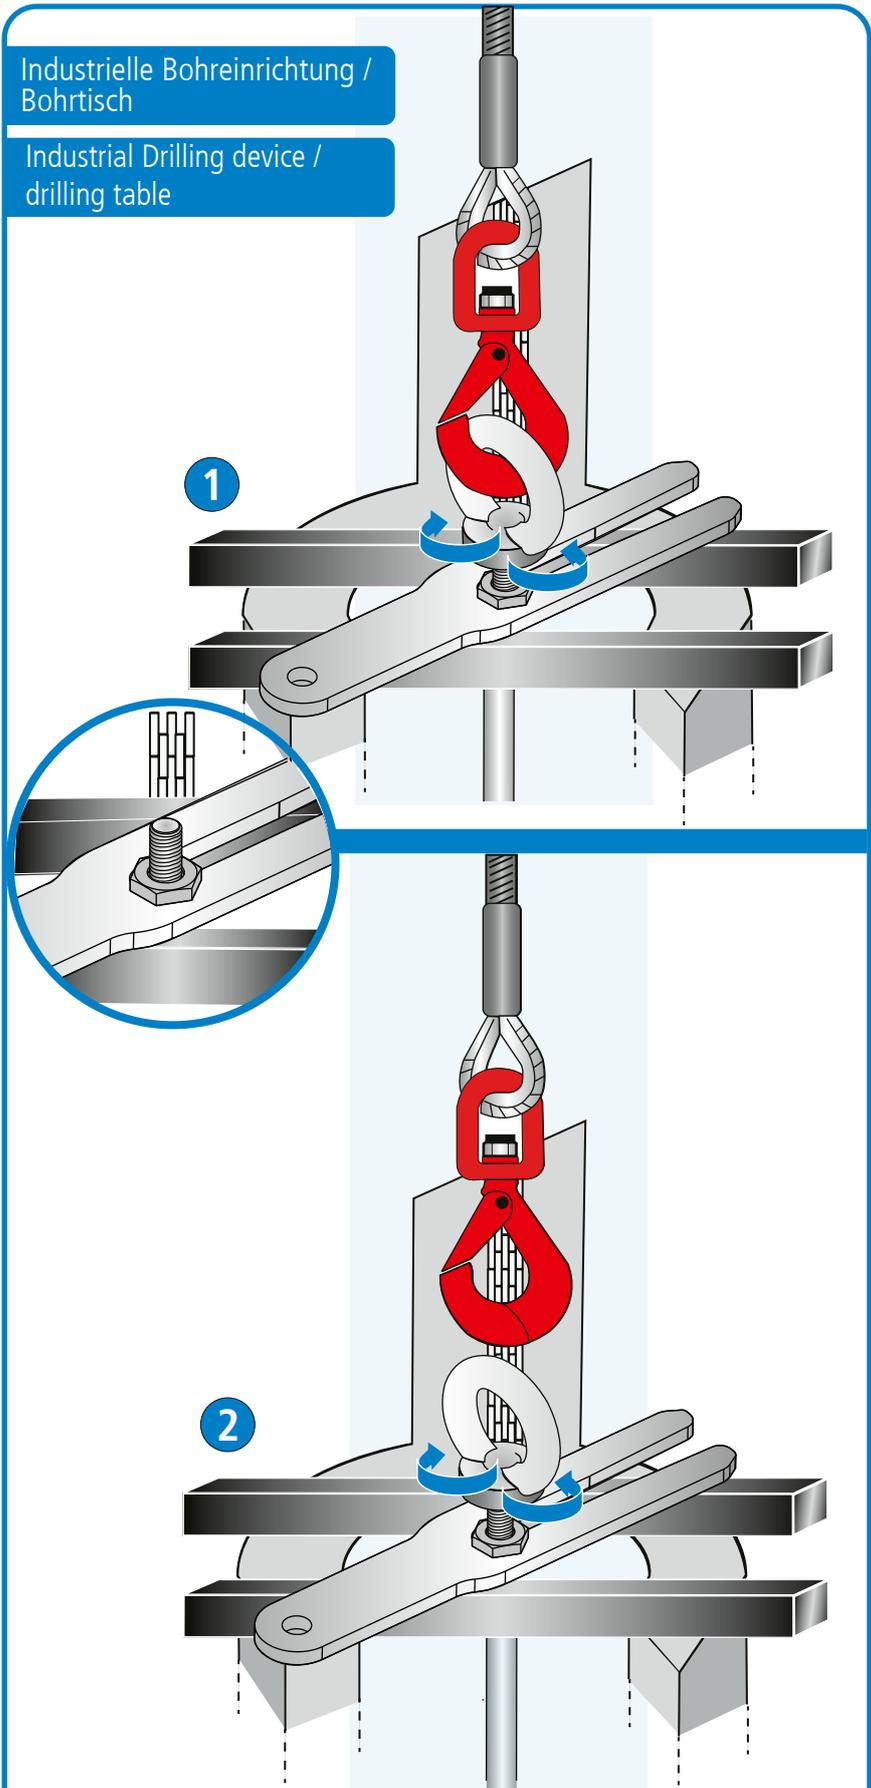

Fig. 7
- ➔ Zuerst muss die Ringmutter M16 vom Tiefenerdersegment mit Linksdrehung abgeschraubt werden. Hilfreich dazu ist auch, dass vorab der Wirbelhaken von der Ringmutter M16 abgenommen wird. Beim Abschrauben der Ringmutter M16 ist auch darauf zu achten, dass bei dem bereits eingelassenen Tiefenerdersegment genügend Halt über Haltevorrichtung und Haltegabel HG TE... gewährleistet ist. Gegebenenfalls kann am Sechskant der Aufsatzfläche mit einem Schraubenschlüssel gegengehalten werden. Es darf auf keinen Fall eintreten, dass das folgende Tiefenerdersegment oder Teile davon aus Unachtsamkeit in den Bohrzyliner abrutschen und einfallen (siehe Fig. 7).
- ➔ Firstly, the M16 ring nut must be unscrewed from the earth rod segment by turning it anti-clockwise. Removing the swivel hook from the M16 ring nut beforehand helps here. When unscrewing the M16 ring nut, check that sufficient support is provided for the earth rod segments that have already been lowered in through the retaining device and HG TE... retaining fork. If necessary, the hexagon of the attachment surface can be clamped with a spanner. Under no circumstances may the next earth rod segment or parts thereof slip off and fall into the drill cylinder due to carelessness (see Fig. 7).